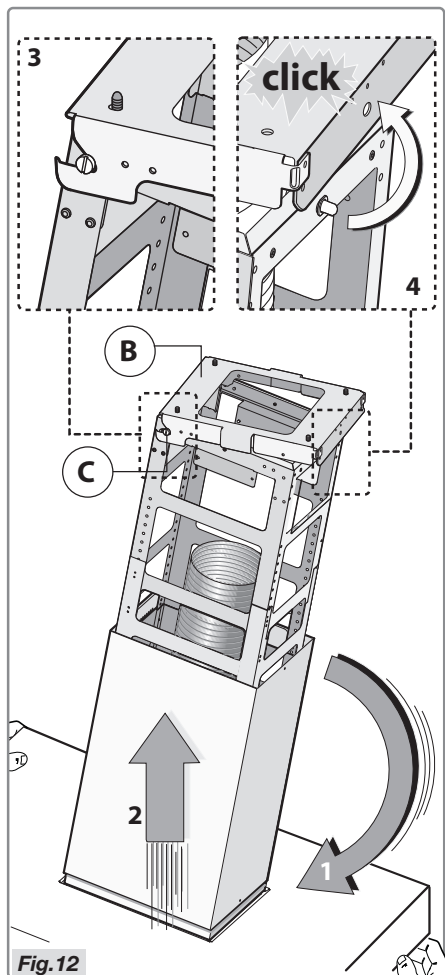

Fig. 12
- Tipp hetten som indikert i Fig. 12 – trinn 1.
- Bruk de to svingboltene **C** som allerede er på plass i konstruksjonen til å henge hetten på braketten **B**. Fig. 12 – trinn 2-3.
- Sett hetten på plass slik at sikkerhetspinnen klikker inn i gapet i braketten **B**. Fig. 12 – trinn 4.